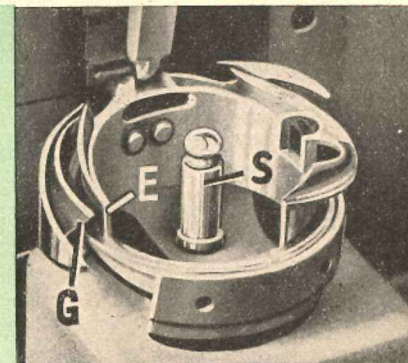

Abb. 19
- c) Der Greifer ist durch Drehen des Handrades so zu stellen, daß das Ende »E« des Kapselträgers gerade vor der Greiferspitze steht (siehe Abb. 19).